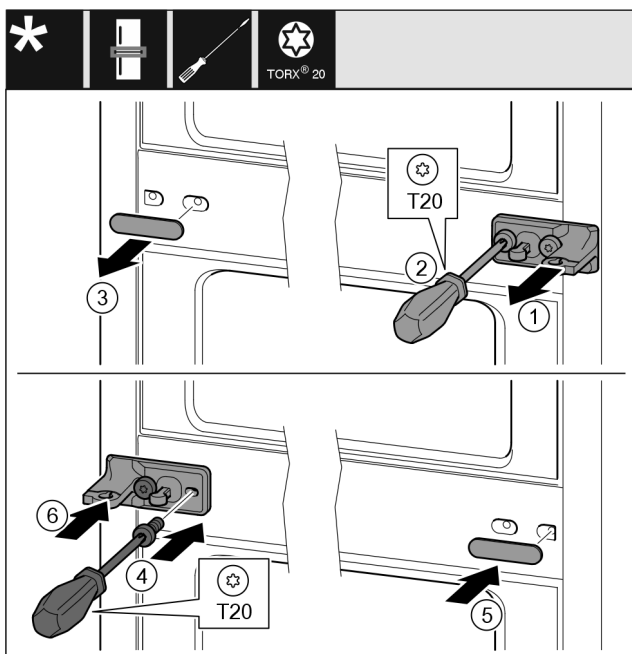

Fig. 13
- Skinite pločicu Fig. 13 (1).
- Odvijačem odvrtite vijke Fig. 13 (2).
- Oprezno izvucite poklopac Fig. 13 (3).
- Čvrsto pritegnite podložak ležaja s folijom Fig. 13 (4) okrenut za 180° na drugoj strani.
- Postavite poklopac Fig. 13 (5) okrenut za 180° na drugoj strani.
- Nataknite pločicu Fig. 13 (6) s prednje strane.